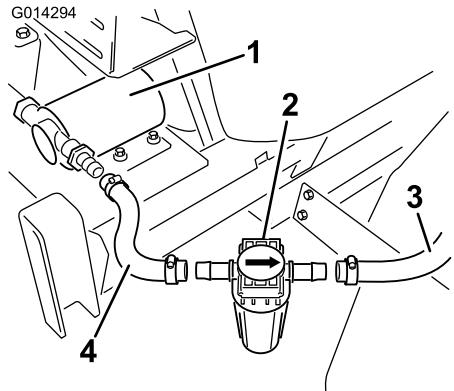

Bild 25
- Bauen Sie den Filter parallel zu den offenen Schlauchenden ein, die von der Pumpe und zu den Spüldüsen verlaufen (Bild 25).